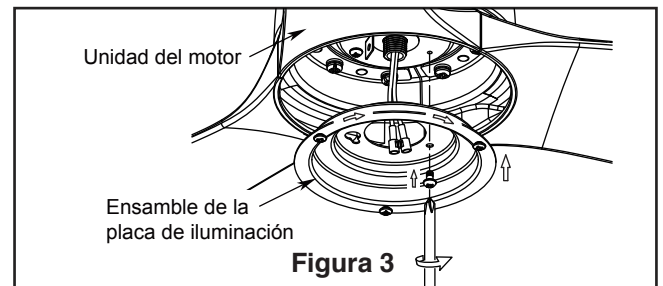

Figura 3
3. Instale el ensamble de la placa de iluminación en el soporte utilizando las dos ranuras principales de conexión. Vuelva a colocar el tornillo retirado previamente y asegure los tres tornillos. (Figura 3)
3. Retire la cubierta de la batería del control remoto con un destornillador y conserve el tornillo para luego. (Figura 3)